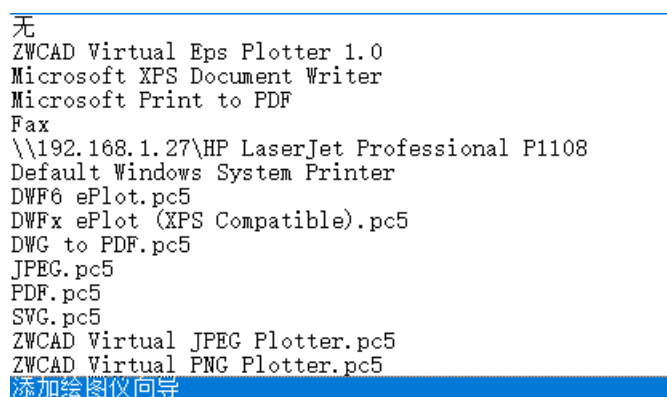

图 10-17 选择“新建绘图仪”
2) 在“打印机/绘图仪”选项组的“名称”栏下拉菜单中选择“新建绘图仪”选项，如图 10-17 所示。